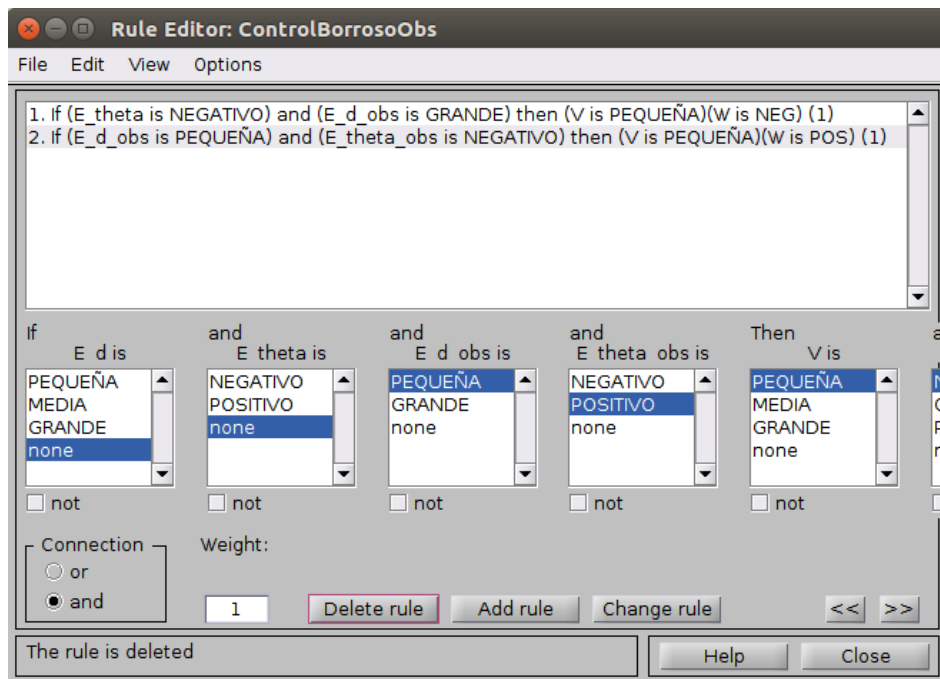

Figura 5. Diseño de reglas para el controlador de evitación de obstáculos
- Cree la tabla de reglas del nuevo controlador. Se puede utilizar la opción "none" para ignorar algunas de las entradas del controlador en una regla (ver Figura 5).